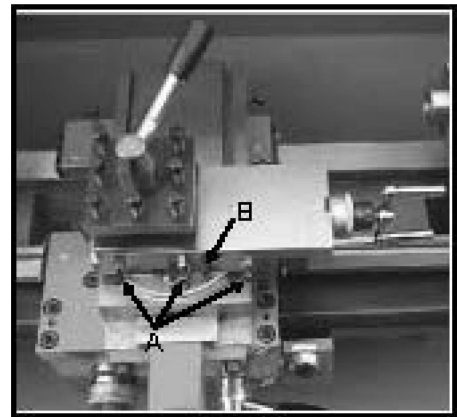

Fig. 24
1. Överslädets glidlist – Lossa muttrar och justera skruvar (A, Fig. 24) lätt medurs. Dra åt muttrar. Lås med låsskruv (B).